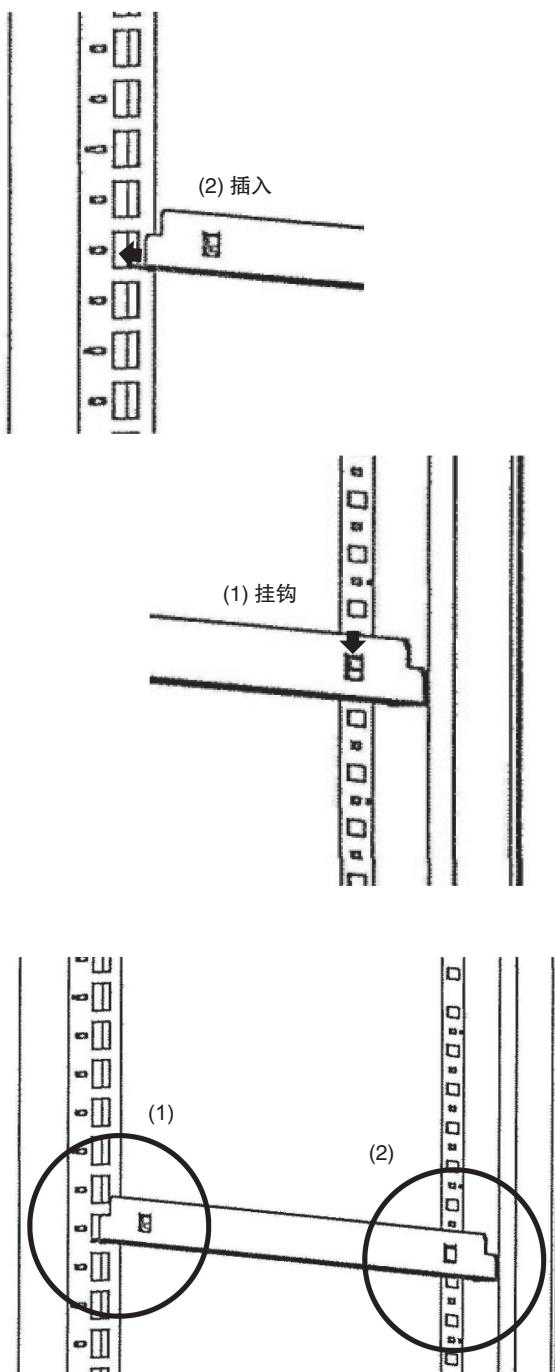

图 8
\* 若要安装导轨, (1)请将导轨挂钩向后推入后层板立柱上的方孔, (2)然后将导轨挂钩向下推入前层板立柱上的方孔。若要拆下导轨, 请按照与上述相反的步骤操作。参见图8。